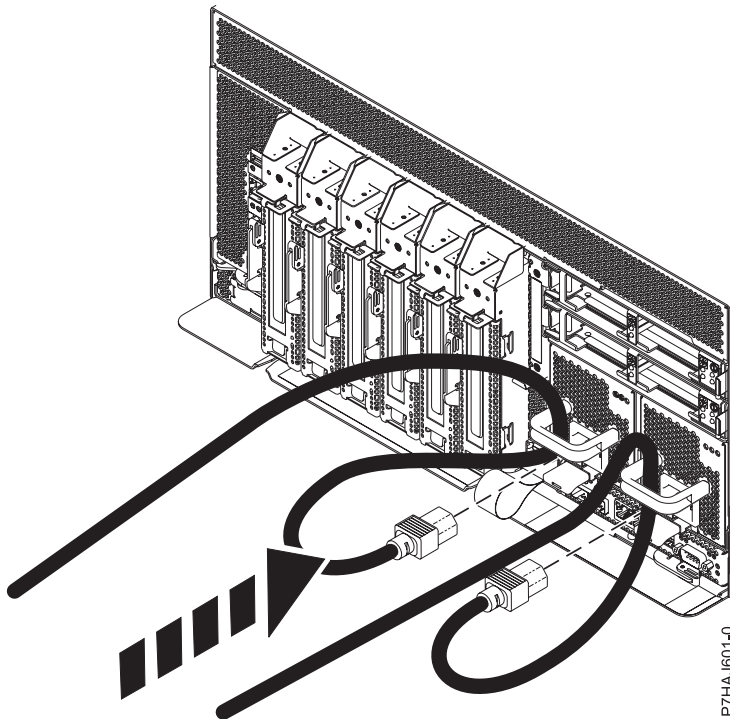

Abbildung 6. Netzkabel anschließen
2. Schließen Sie das Netzkabel erneut an die Systemeinheit an wie in Abb. 6 auf Seite 22 dargestellt. Achten Sie darauf, dass die Kabel durch die Griffe verlaufen.